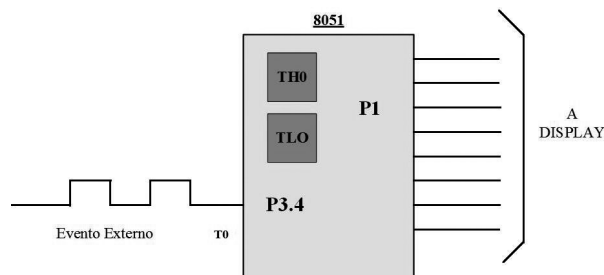

Figura 11.2: Contador
- Entrada externa para T0 (Figura 11.2) es pin P3.4 (Contador 0)